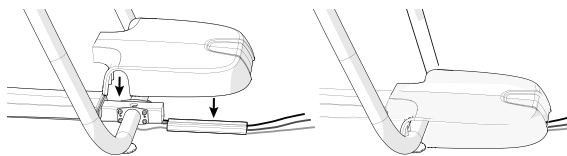

Рисунок 14
3. Опустите заднее основание по трубе задней рамы и боковым опорам. Основание должно располагаться на плоскости пола, и короб должен полностью помещаться внутри него (см. рисунок 14).